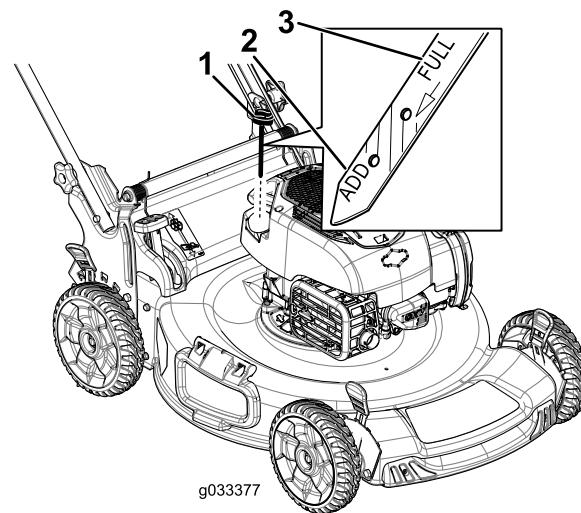

Рисунок 20
3. Выньте масломерный щуп, повернув крышку против часовой стрелки и вытянув ее (Рисунок 20).